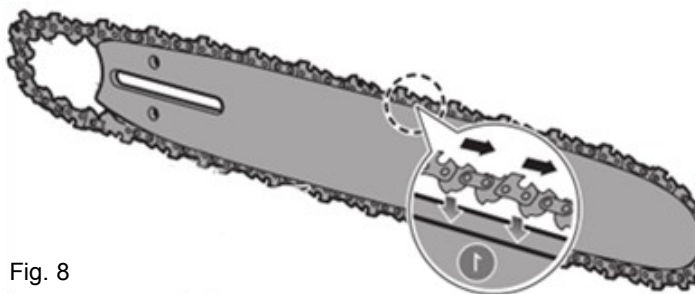

Fig. 8
- Coloque la cadena de manera que haya un lazo en la parte posterior de la barra. (Fig 8)